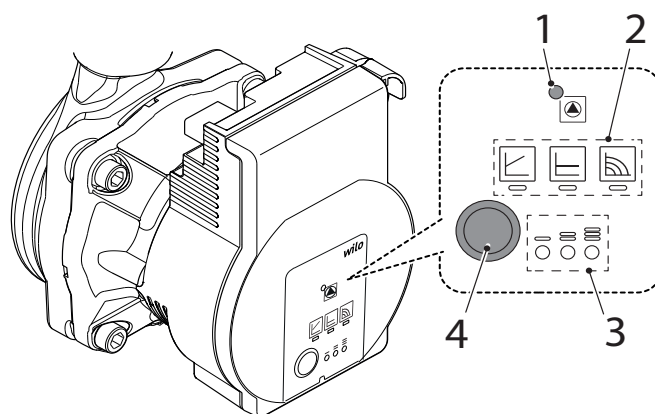

Fig. 22
4.6 POMPA IMPIANTO ALTA EFFICIENZA (fig. 22)